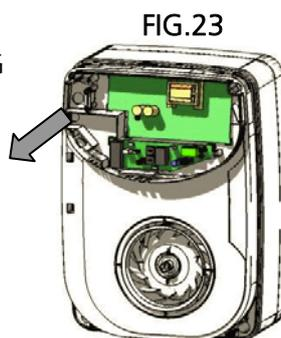
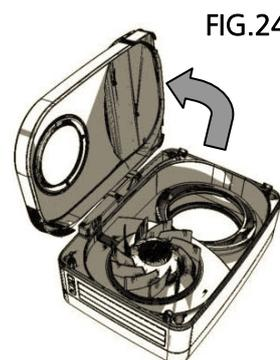

FIG.23
FIG.24
- 3- Tirer le cache pour libérer les charnières (FIG 23) et ouvrir la porte (FIG 24)